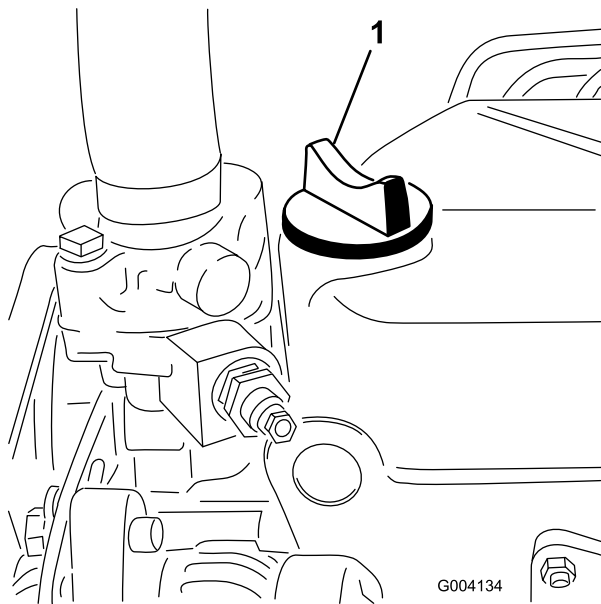

Figura 17
5. Se l'olio non raggiunge la tacca Full, togliete il tappo di riempimento (Figura 17) e aggiungete olio finché il livello non raggiunge la tacca.